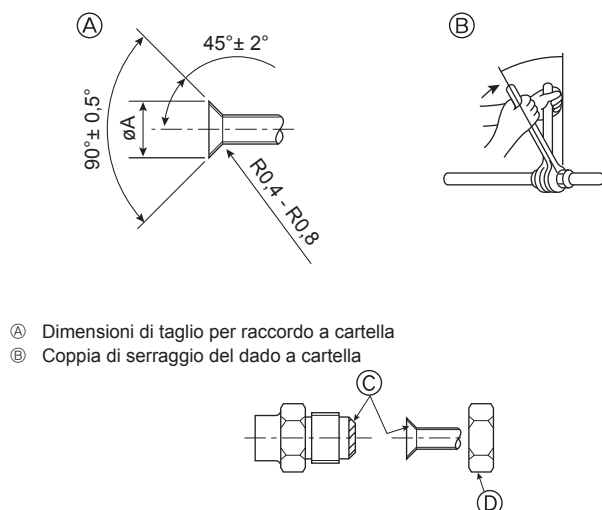

Fig. 4-8
Ⓐ (Fig. 4-8)
Ⓑ (Fig. 4-8)
4.2. Collegamento dei tubi (Fig. 4-8)